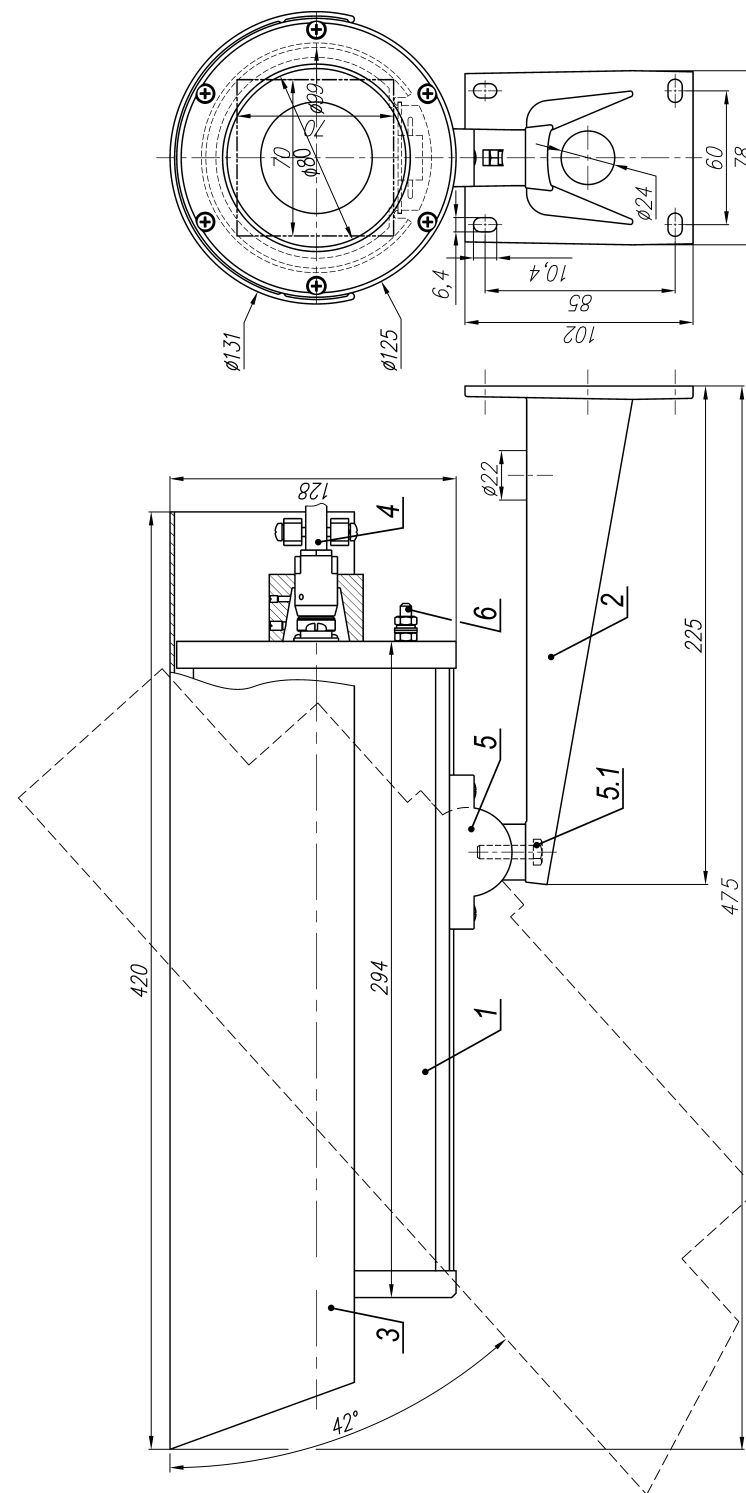

Рис.1 Состав и габаритно-установочные размеры ТВК-93 IP
2. Ослабив болт фиксации шарнира (поз.5.1 рис.1), установить гермобок на нужное направление обзора, после чего надежно зафиксировать шарнир затянув болт.
3. Заземлить гермобок с помощью болта заземления (поз.6 рис.1).
**Состав изделия:** (см. рис.1)